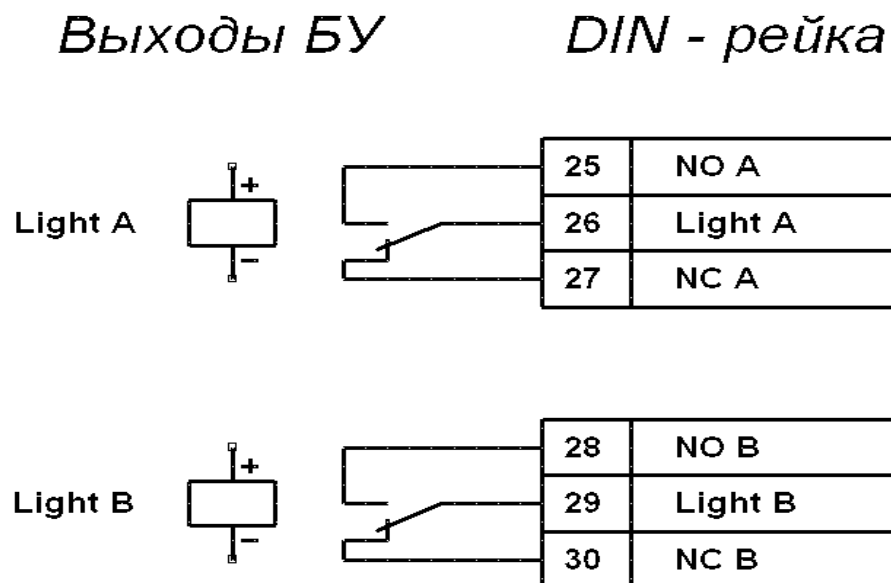

Рисунок 7 – Выходные каскады для «Light A» и «Light B»
5.11.4 Выносные световые индикаторы подключаются на клеммы DIN-рейки 25...30. При этом реле «*Light A*» («*Light B*») активизировано (на его обмотку подано напряжение), когда горит соответствующий данному направлению прохода зелёный индикатор на блоке индикации турникета, и нормализовано (на его обмотку напряжение не подано), когда горит соответствующий данному направлению прохода красный индикатор. Выходные каскады для «*Light A*» и «*Light B*» — перекидные контакты реле (см. рисунок 7) со следующими характеристиками сигналов: